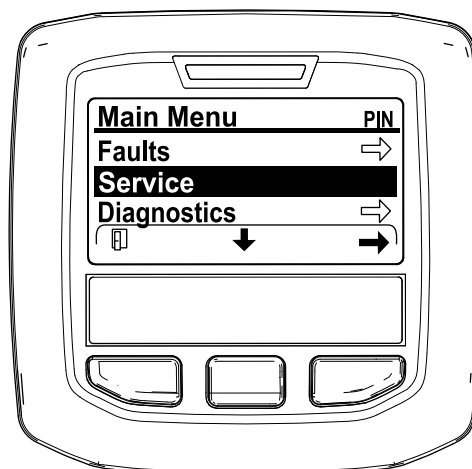

図 30
2. メインメニューMAIN MENU画面で、中央ボタンを押して整備SERVICEメニューへ移動し、右ボタンで整備SERVICEを選択する 図 30。